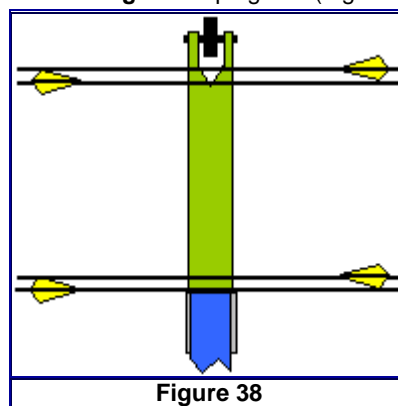

Figure 38
- L'arc posé sur le banc ou entre deux chaises, on place une flèche à chaque emboîtement de branche contre la poignée et perpendiculairement au plan d'arc et on regarde si les **flèches sont parallèles**. On refait la même chose avec l'arc en tension avec le **bandoir tiller** ou une barre bloquée entre le grip et la corde à l'allonge désirée, s'il y a **défaut de parallélisme**, celui-ci ne devra pas excéder **1,5 degré** en compression sous peine de fatigue des branches liée à la torsion due aux poulies, à l'excentricité du plan vrai de l'arc et à la position de la fenêtre loin de l'axe de l'arc. Cette torsion, si elle existe est fonction des **caractéristiques de l'alliage** de la poignée. (Figure 38)